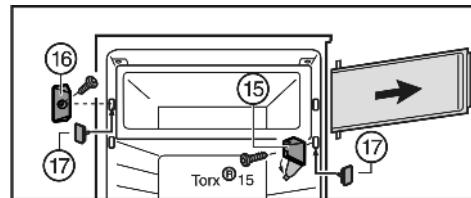

Fig. 6
- ▶ Odchylić osłonę płytki zawiasu Fig. 6 (15).
- ▶ Odkręcić płytkę zawiasu Fig. 6 (15) z drzwiami.
- ▶ Odkręcić element zamykający Fig. 6 (16).
- ▶ Zwolnione otwory należy zatkać dołączonymi zatyczkami Fig. 6 (17).